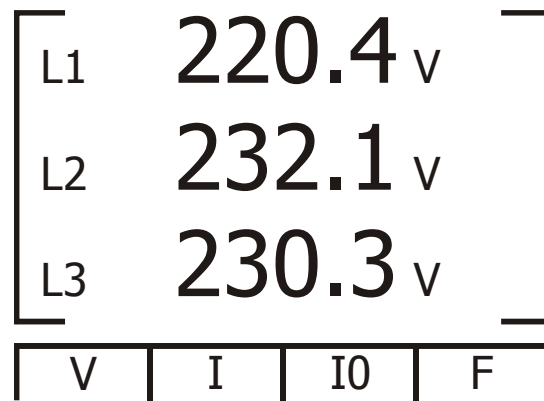

Рис.19
3. Выберите пункт **Вольт, Ампер, Герц** и нажмите «Enter». На дисплее появятся экран текущих значений напряжения, тока и частоты сети раздельно по трем фазам (рис. 19).